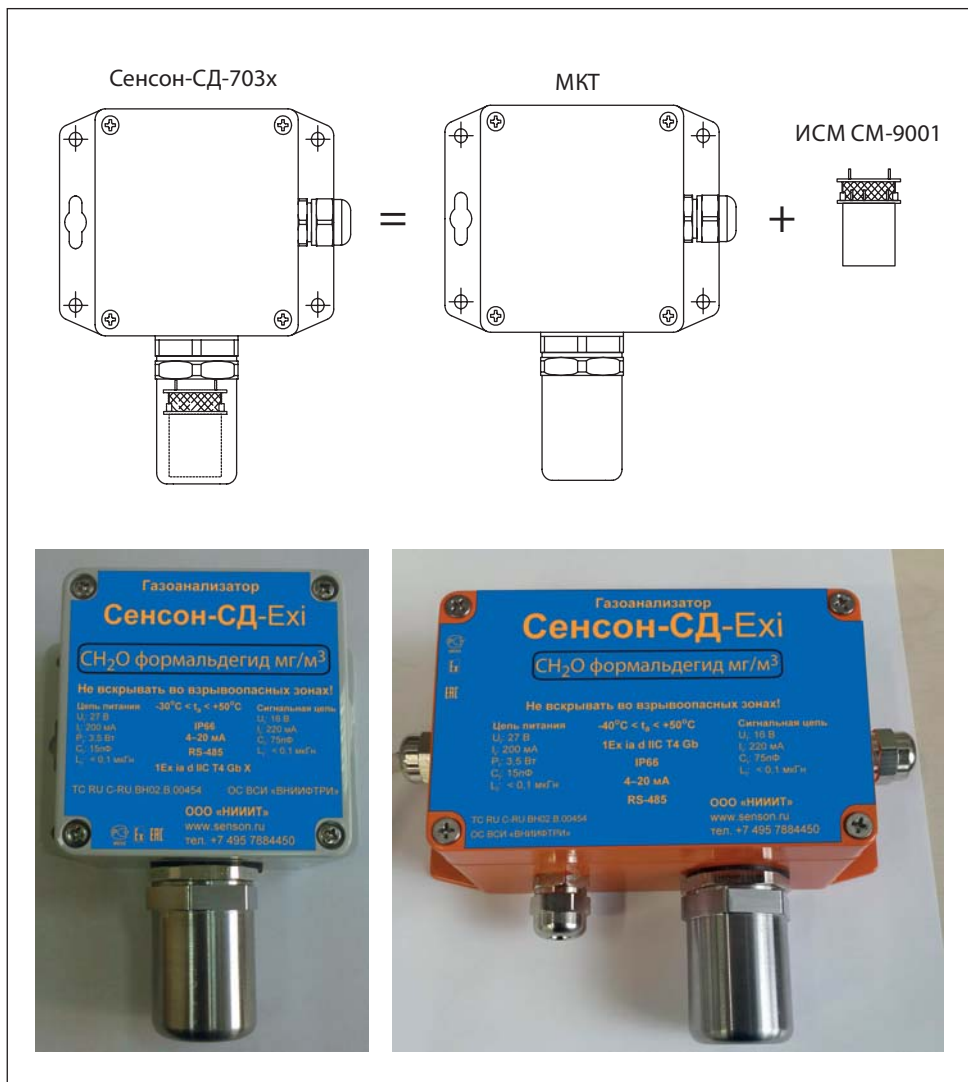

Рис.2. Газоанализатор "Сенсон-СД": модели 7031 (а), 7032 (б) и 7033 (в)
Газоанализатор "Сенсон-СД" выполнен по модульному принципу. Конструктивно он состоит из (рис.2):
**Модуль МКТ** размещен в металлическом либо пластиковом корпусе (рис.2).